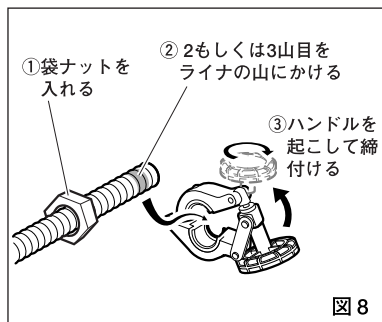

図 8
(3) クランプのセット (図8,9)
- ①管の端面から2もしくは3山目の谷部をライナの山にかけます。
- ②クランプのハンドルを起し、時計方向に回して締付けてください。
- ③セットしたクランプを横から見て、管の端面がクランプから出ているか確認します。